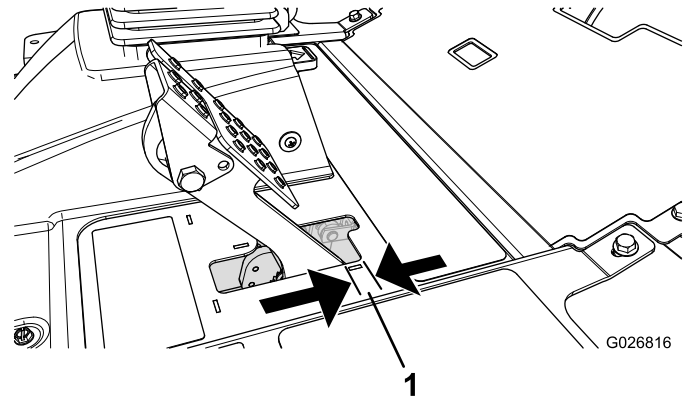

图65
当刹车踏板的自由行程（图65）超过 2.5cm 时，或需要施加更大保持力时，应调节刹车。自由行程是您感到刹车阻力之前，刹车踏板移动的距离。
2. 紧固后螺母，向后移动拉线，直到刹车踏板的自由行程（图65）达到 0.63~12.7mm，然后锁定车轮。